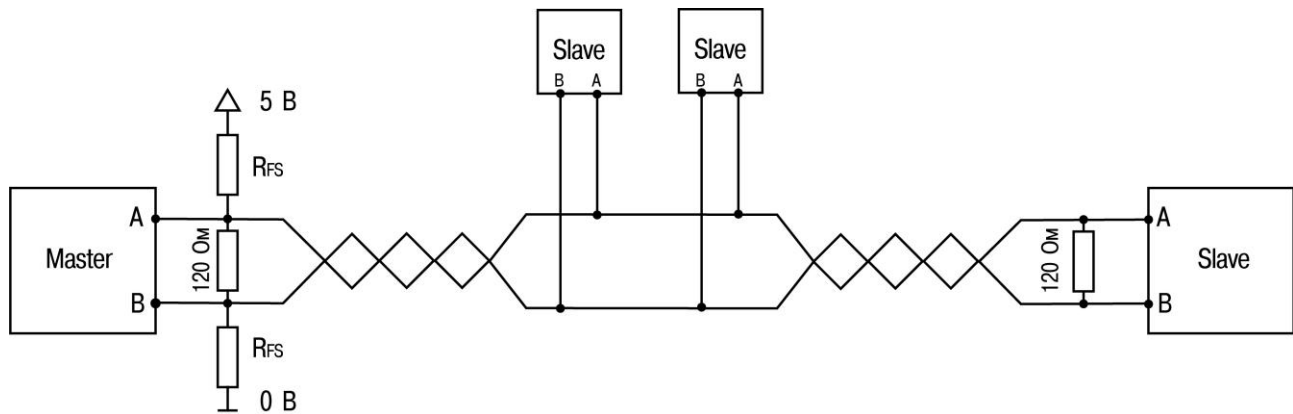

Рисунок 5.21 – Мережа RS-485 з підтягувальними резисторами
На рисунок 5.21 показано шину RS-485 з розподіленими мережевими вузлами. Для виключення невизначеного стану застосовуються підтягувальні резистори R_{FS} (failsafe – відмовостійкий), які гарантують «логічну одиницю» на виході. Підтягувальні резистори забезпечують підтягування прямого входу (A) до живлення, а інверсного (B) – до заземлення.